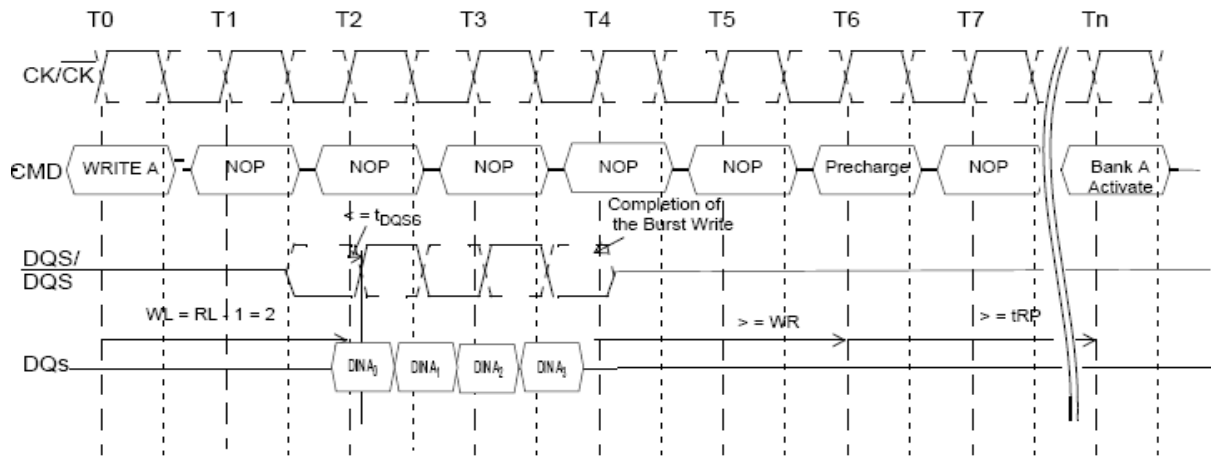

图 6.3: DDR2 SDRAM 写操作协议
DDR2/3 SDRAM 写操作的协议如图6.3所示。在图中命令 CMD 是由 RAS_n，CAS_n 和 WE_n，共三个信号组成的。对于写操作，RAS_n=1，CAS_n=0，WE_n=0。另外，与读操作不同，写操作需要 DQM 来标识写操作的掩码，即需要写入的字节数。DQM 与图中 DQs 信号同步。其中，Cas Latency (CL) = 3，Write Latency (WL) = Read Latency (RL) - 1 = 2，Burst Length = 4。